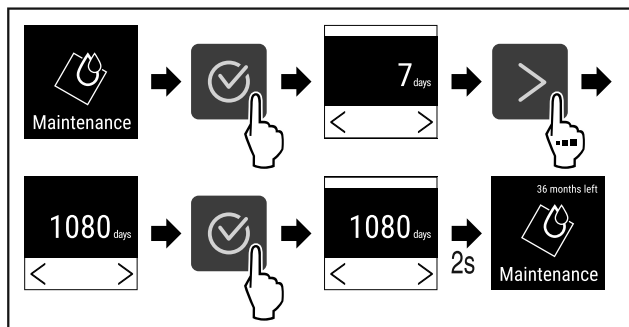

Fig. 74
- ▶ Wykonać czynności (patrz Fig. 74) .